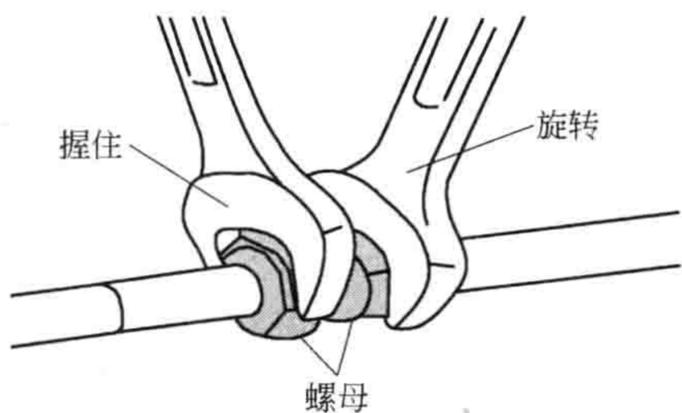

图 1-2 开口扳手的使用方法 (一)
(1) 开口扳手
① 开口扳手结构特点。开口扳手两头均为 U 形的钳口,可套住螺栓或螺母六角的两个对向面。开口扳手主要适用于无法使用套筒扳手和梅花扳手操作的位置。因为有些螺栓或螺母必须从横侧插入,此时开口扳手可以做到,而其他扳手则不行,如图 1-2 所示。